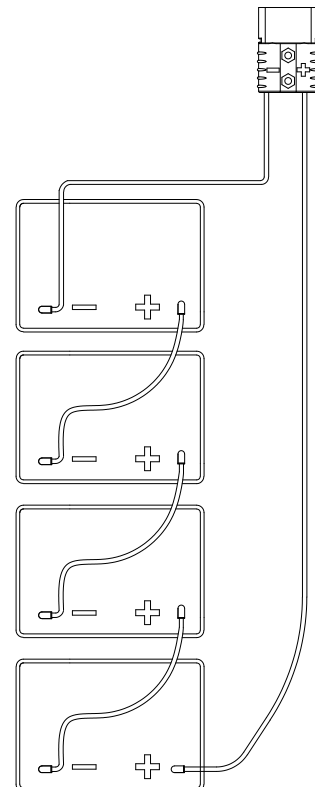

Abb. 6
Die Maschine benötigt vier 6V-Akkus, die an den in Abbildung 6 gezeigten Positionen angeschlossen und installiert werden.
4. Verlegen und installieren Sie die Akkukabel, wie in Abbildung 6 gezeigt, und ziehen Sie dann vorsichtig die Mutter auf jeder Akkuklemme an.